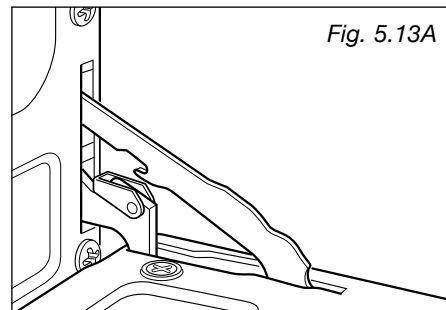

Fig. 5.13A
- Ouvrez complètement la porte du four (fig. 5.13A).